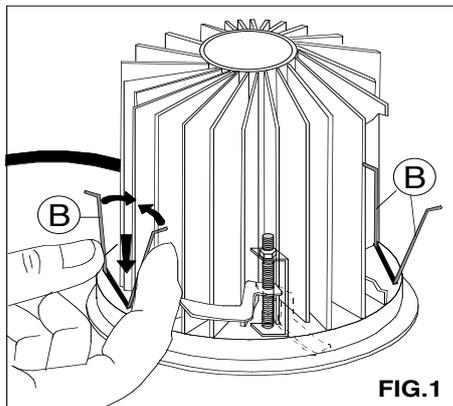

FIG.1
- I - Togliere la parabola/anello reggivetto **A** agendo con le mani sulle molle **B**. **FIG.1/2**
- EN - Remove the reflector/glass-holder trim **A**, acting the hands on springs **B**. **FIG.1/2**
- F - Enlever la parabole/l'anneau porte-verre **A**, agissant avec les mains sur ressorts **B**. **FIG.1/2**
- D - Den Reflektor/Glashalterring **A** entfernen, mit den Händen auf Federn wirken **B**. **FIG.1/2**